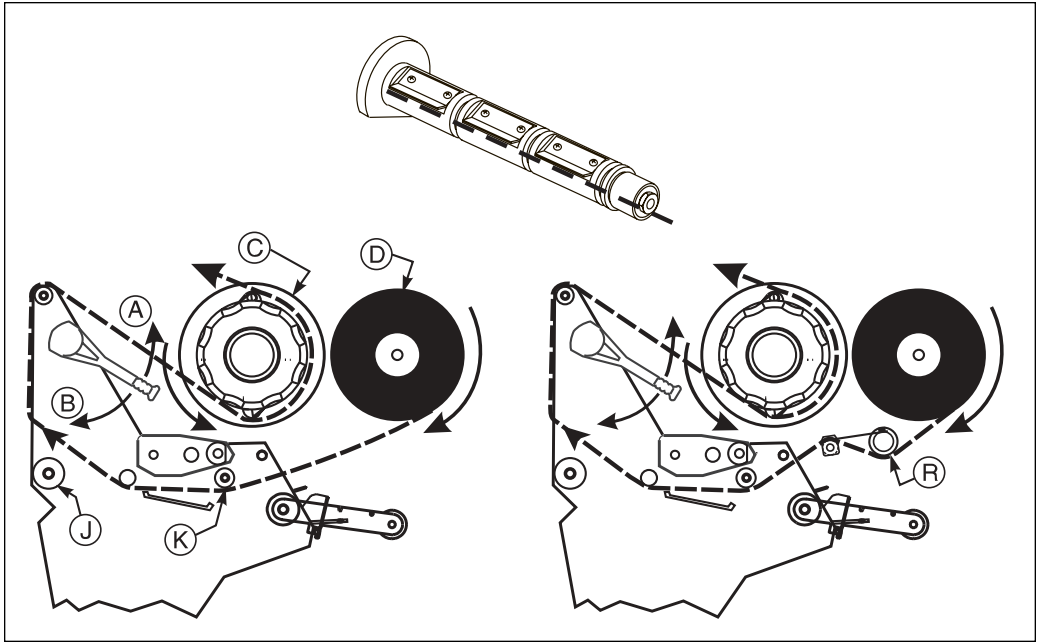

图8
1. 对齐「色带供应轴」的各个分段(图8)。
2. 把「色带卷」装在「色带供应轴」上(图8-D)。
4. 开启打印头(A)，将引头与连接的色带穿过打印装置，位于「上方色带滚轴」(图8-K)之下，并穿过「压纸滚轴」(图8-J)。
注意：对于170X/III和220X/III打印机，应首先把引头穿过「活动滚轴组件」(图8-R)。
6. 把色带(含引头)绕在「色带拾取轴」(图8-C)上，并逆时针方向旋转几圈。
7. 关闭打印头(图8-B)。